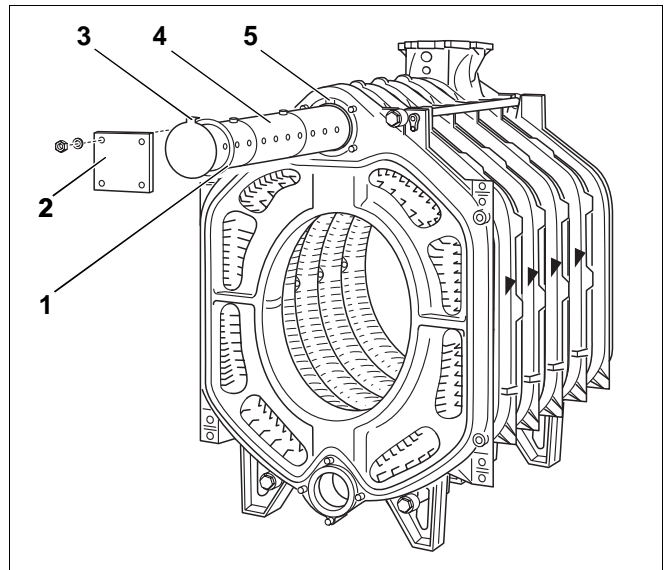

Рис. 20
Подпиточная труба (рис. 20, поз. 4) состоит из 2 частей у котлов с 9 - 11 секциями и из 3 частей у котлов с 12 - 16 секциями.
- Надеть плоское уплотнительное кольцо на подпиточную трубу (рис. 20, поз. 1).
- Установить заглушку (рис. 20, поз. 2).
Выступ (рис. 20, поз. 3) на закрывающей пластине подпиточной трубы должен войти в вырез верхней ступицы котла (рис. 20, поз. 5). Благодаря этому подпиточная труба фиксируется так, что выходные отверстия в ней направлены под нужным углом. Таким образом, обеспечивается оптимальное распределение воды в зоне верхней ступицы котла.